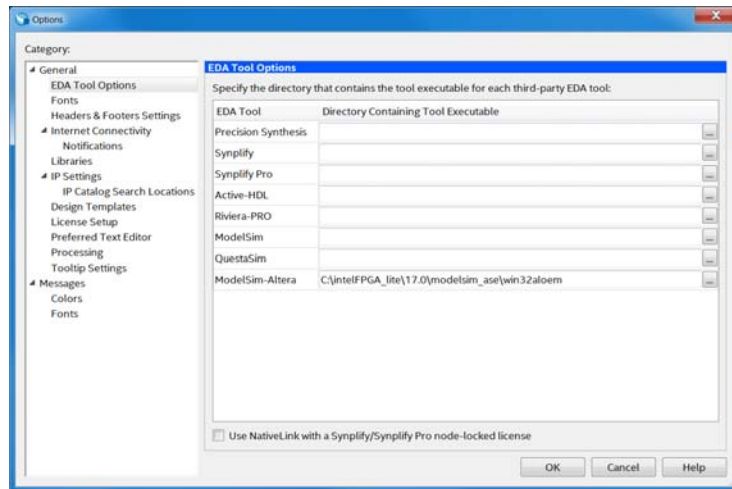

Figura 3 – Path correto para a ferramenta de simulação (em Windows).
5. Verifique se a *path* “*ModelSim-Altera*” em “*Tools → Options (EDA Tool Options)*” está de acordo com a Figura 3 (localização no disco da ferramenta de simulação “*ModelSim-Altera*”: “C:\intelFPGA_lite\17.1\modelsim_ase\win32aloem” – em Windows ou tipicamente “/opt/intelFPGA_lite/17.1/modelsim_ase/linuxaloem/” – em Linux).